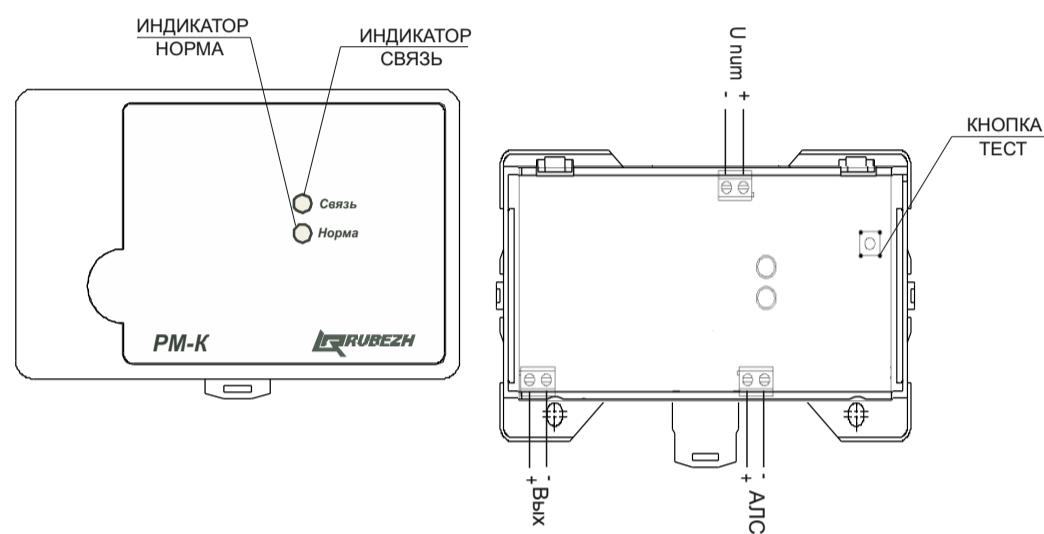

Рисунок 1
5.1 Конструктивно релейные модули выполнены в виде блока, состоящего из пластмассового корпуса (основание и крышка), внутри которого размещена плата с радиоэлементами (Рисунок 1).
7.5 Для конфигурирования релейного модуля, подключенного к АЛС, начальный адрес которого неизвестен, необходимо зайти в меню прибора, выбрать пункт **Настройка (Конфигурация) => Сервис=> Адресация устройств** и нажать кнопку **ТЕСТ** на релейном модуле (Рисунок 1). На экране прибора откроется меню параметров релейного модуля: